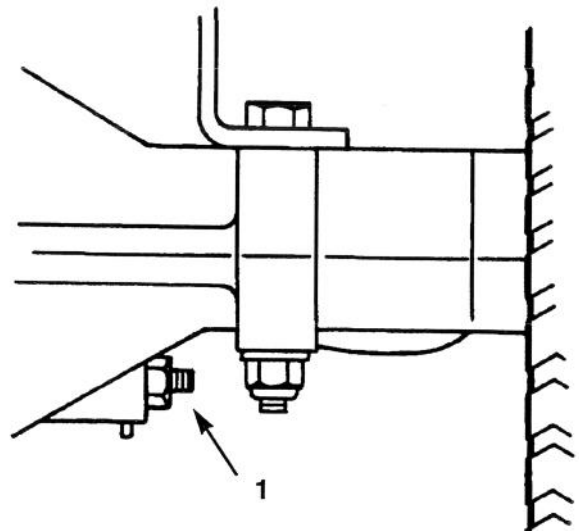

Figure 16
Le frein est situé du côté droit de l'essieu arrière, à l'intérieur du pneu arrière (Fig. 16). Il devra être réglé s'il n'immobilise pas ou n'arrête pas efficacement la machine.
2. Pour augmenter la résistance du frein, visser l'écrou de réglage (Fig. 16) d' $1/8$ de tour dans le sens horaire, puis effectuer un nouveau contrôle du frein. Poursuivre le processus de réglage et de contrôle jusqu'à ce que le frein soit correctement réglé.